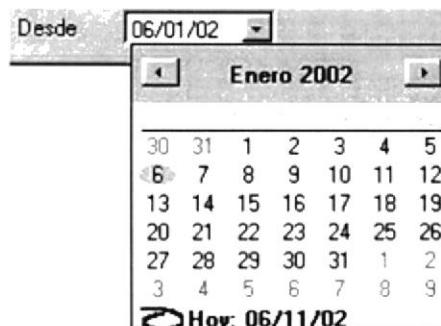

Figura 10.20 Opción de Calendario
2. Los trámites que aparecerán en la Bandeja de Entrada dependerán de la fecha seleccionada por el usuario, para esto debe dar click en el botón  de las opciones **Desde**  y **Hasta**  y aparecerá la siguiente pantalla (ver figura 10.20).